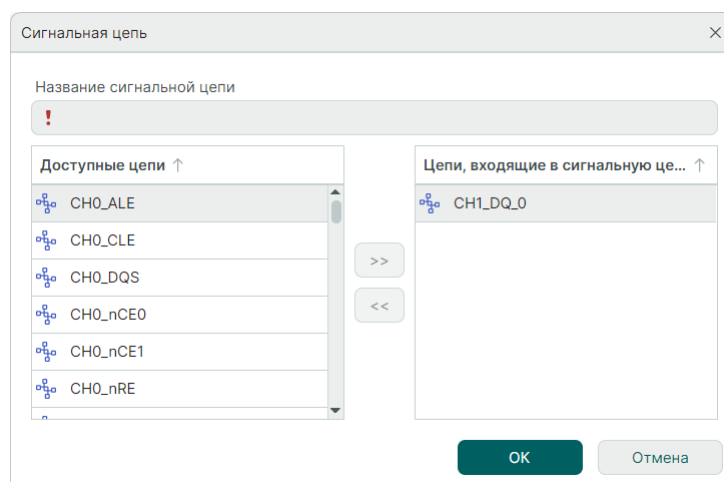

Рис. 145 Окно «Сигнальная цепь»
3. В окне «Сигнальная цепь» в списке «Цепи, входящие в сигнальную цепь» отображается предопределенная цепь, см. Рис. 145.